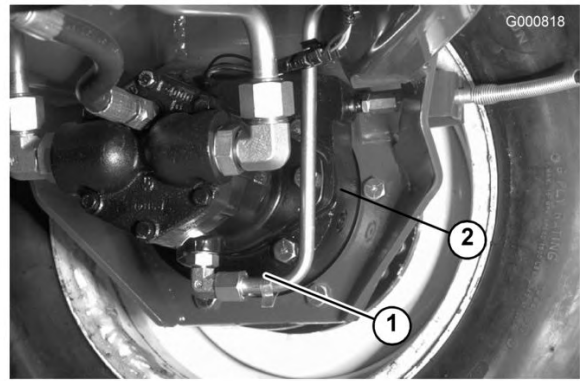

Bild 65
2. Entfernen Sie die Schraube (Bild 64) vom Planetengetriebe und die Prüfschraube an der Rückseite der Bremse (Bild 65).